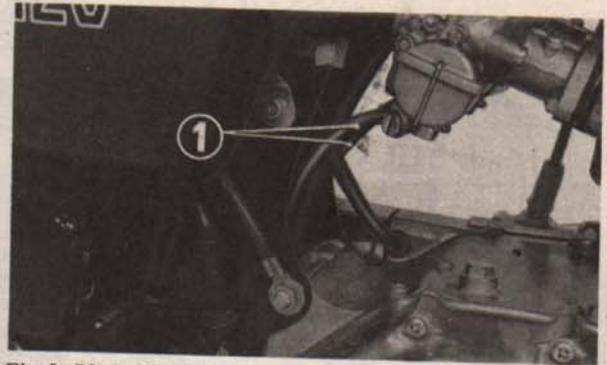

Fig. 3-79 (1) Conduite souple de trop-plein
(2) Partie concave
4. Engager la conduite souple de trop-plein comme indiqué sur la Fig. 3.79.